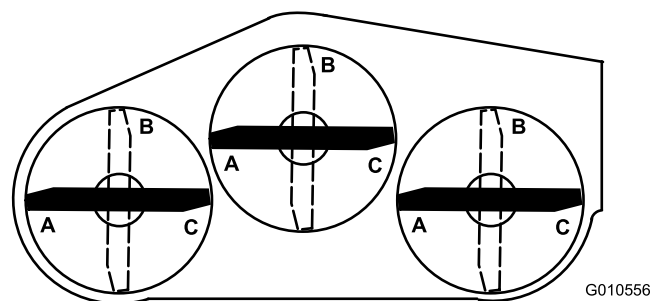
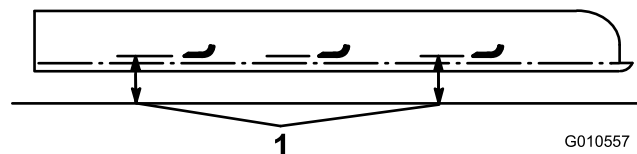

図 27
図 28
6. 全部のブレードを A 位置図 27 にし、水平な床面から各ブレードの刃先までの高さを測定する図 28。
7. 各ブレードを B 位置図 27 まで回転させ、同様にして各ブレードから床面までの高さを測定する図 28。
8. 各ブレードを C 位置まで回転させ、同様にして各ブレードから床面までの高さを測定する図 27 と図 28。